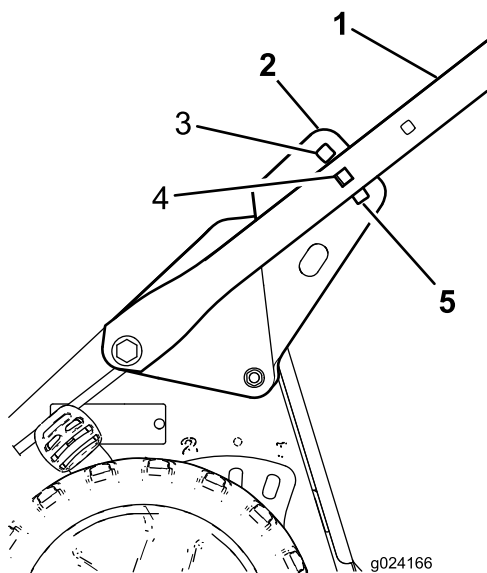

Figura 5
5. Sitúese en la posición normal de trabajo para determinar la altura del manillar que le sea más cómoda (Figura 5).